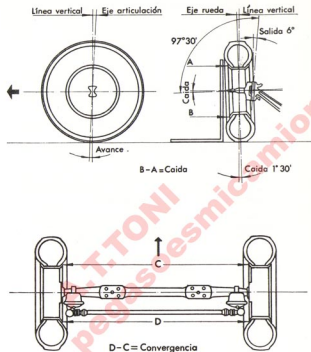

Fig. 9.2. - Alineación de las ruedas anteriores
9.4 ALINEACION DE LAS RUEDAS ANTERIORES (Fig. 9.2)